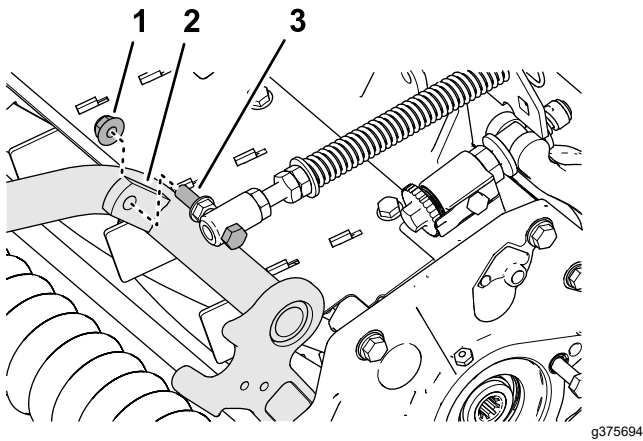

Figura 13
4. Monte el tornillo del muelle de compensación del césped en la pestaña derecha del bastidor de tiro (**Figura 13**) con la contratuerca con arandela prensada ($\frac{3}{8}$ "